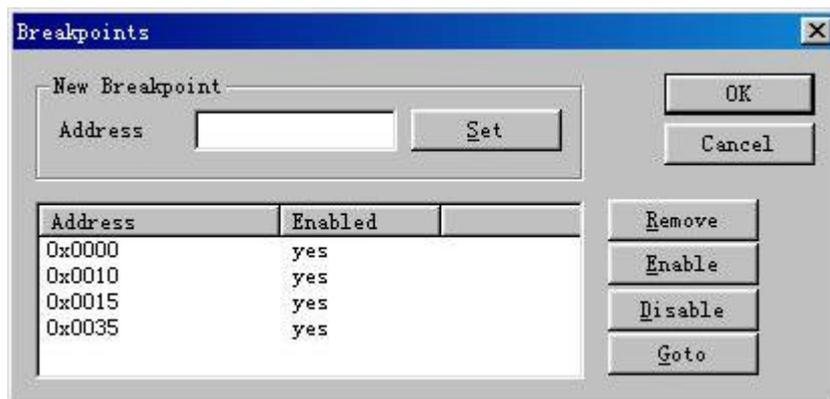

图 3.18 断点设置列表窗口
(2) 清除所有的断点这个功能清除所有定义的断点，包括已经被忽略的断点。图 3.18
(3) 查看列表 当 ShowList 被选择，图 3.18 所示的对话框就会出现。在断点对话框中，用户可以观察已经存在的断点，增加一个新的断点，删除一个断点或允许 / 屏蔽断点。